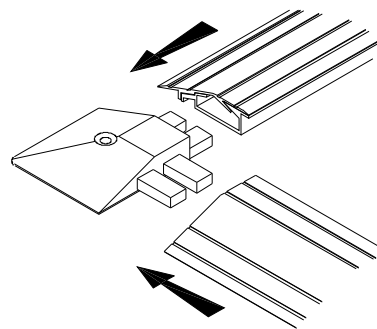

Abbildung 15
Schritt 4: Legen Sie die Basisteile um die Matte und befestigen Sie die AE-C Eckverbinder. Kennzeichnen Sie nun im Boden die Position für die Befestigungsbohrungen. Nutzen Sie hierfür die in den Eckverbinder und in den Basisteil vorhandenen Bohrungen. Entfernen Sie die Teile und bohren Sie die Löcher an den gekennzeichneten Stellen in den Boden. Bringen Sie die Basisteile und Eckverbinder wieder in Position und stellen Sie sicher, dass das Kabel beim Festschrauben der Eckverbinder, des Basisteils und der Abdeckung nicht beschädigt wird. Siehe Abbildung 15.